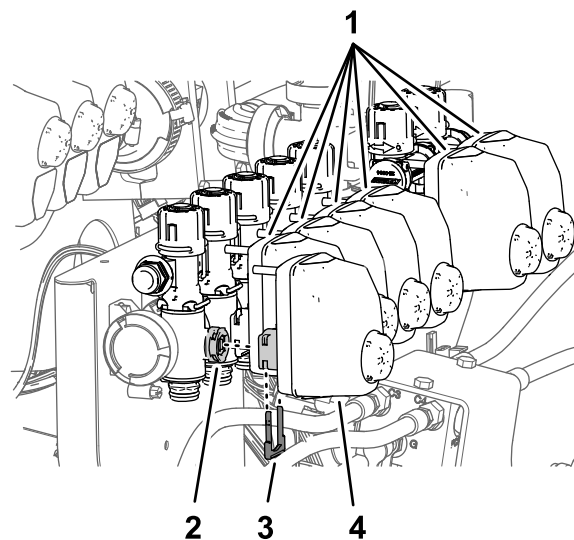

Рисунок 97
- Снимите приводы клапанов с клапанов сопел с 1 по 7 (Рисунок 97).
- Снимите держатели, которые крепят приводы клапанов к клапанам сопел с 1 по 7 (Рисунок 97).
10. Установите приводы клапанов на клапаны сопел с 1 по 7 (Рисунок 97) с помощью держателей, снятых при выполнении пункта 1.